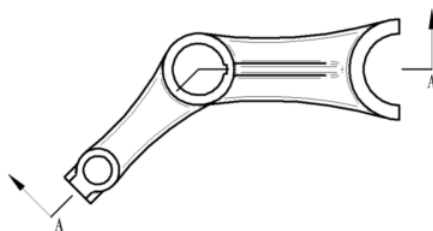

图 4.7.20 定义视图方向
(3) 定义视图方向。在剖切线正上方单击,完成视图方向的定义(图 4.7.20)。